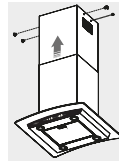

Figura 6
- Retire la película protectora de los cubreductos. Inserte con cuidado el cubreductos superior dentro del inferior y luego instale el conjunto en el cuerpo de la campana extractora. (Ver Figura 6).